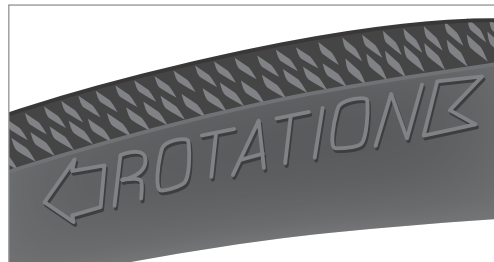

Figure 7
4. Vérifiez la présence de marques de direction de la bande de roulement sur le flanc du pneu. Orientez la direction figurant sur la bande de roulement sur la jante pour que le pneu tourne dans la bonne direction lorsqu'il est installé sur le vélo (Fig. 7).